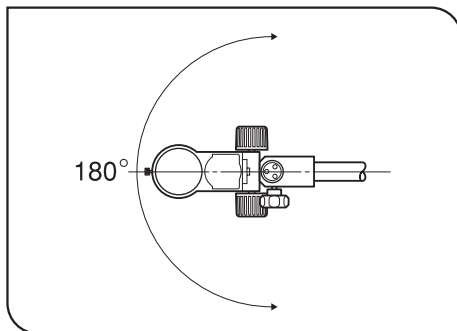

Fig. 8
4. För att vrida bonder-armen horisontellt, lossar man klämskruven för bonder-armens vridning. (Fig. 8)